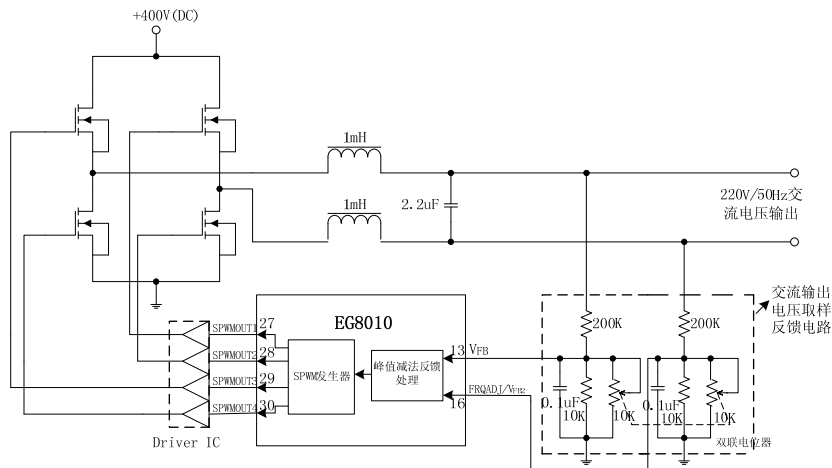

图 8.1c EG8010 双极性调制输出电压反馈电路
EG8010 芯片的工作模式分为单极性调制方式和双极性调制方式，单极性调制时仅一桥臂（EG8010 引脚 SPWMOUT3, SPWMOUT4）做 SPWM 调制输出，另一桥臂（EG8010 引脚 SPWMOUT1, SPWMOUT2）做基波输出，应用时滤波电感需要接在 SPWM 调制桥臂输出端，电压取样反馈电路同样需要接在 SPWM 调制桥臂电感的输出端，如图 8.1a。双极性调制时双桥臂（EG8010 引脚 SPWM3, SPWM4, SPWM1, SPWM2）同时做 SPWM 调制输出，应用时使用两路电感滤波特性将会更好，电压取样反馈电路需要两路分压网络做差分反馈处理，如图 8.1c。
双极性调制模式时，EG8010 芯片的电压反馈处理是通过引脚(13)V_{FB} 测量左桥臂的输出电压和引脚(16) FRQADJ/V_{FB2} 仅为 V_{FB2} 功能来测量右桥臂的输出电压此时 FRQADJ 调频功能无效，电路结构如图 8.1c 电压反馈部分，通过两路差分反馈来测量峰值差分电压和内部基准正弦波峰值电压 3V 进行误差计算，对输出电压值作出相应调整，经内部电路误差值计算后调整幅度因子乘法器系数，实现稳压过程，双极性调制同样能在 1-3 个交流电周期内调整到期望的输出电压。